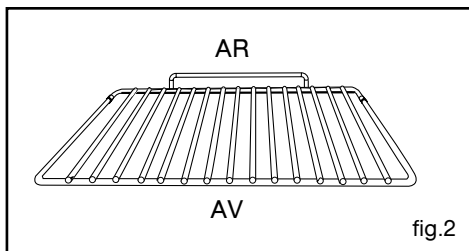

fig.2
• Grille sécurité anti-bascullement fig.2